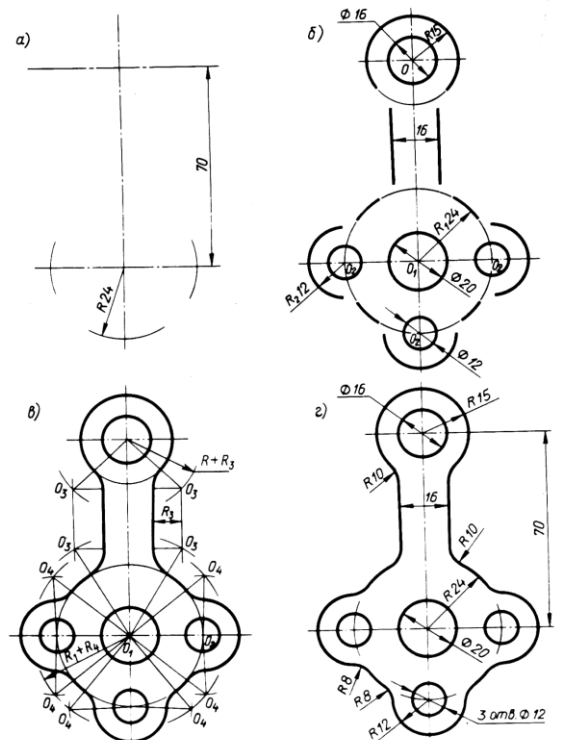

Рисунок 4
На рис. 4 показано последовательное вычерчивание
- 1) проводят ось симметрии (посередине листа) и все центровые линии (рис. 4, а);
- 2) из центров O, O_1, O_2 проводят все окружности и дуги по заданным размерам. Параллельно оси симметрии проводят прямые линии на заданном расстоянии (рис. 4, б);